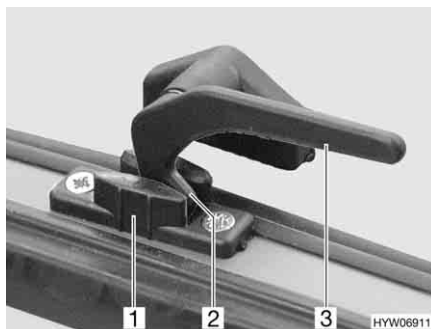

Fig. 41 Leva di serraggio (posizione "Aerazione continua")
- In posizione di "Aerazione continua" (Fig. 41)
- Ruotare la leva di serraggio (Fig. 41,3) di un quarto di giro verso il centro della finestra.
- Ruotare la leva di serraggio di un quarto di giro verso il telaio della finestra. Riportare contemporaneamente il nasello di chiusura (Fig. 41,2) nella rientranza della chiusura della finestra (Fig. 41,1).